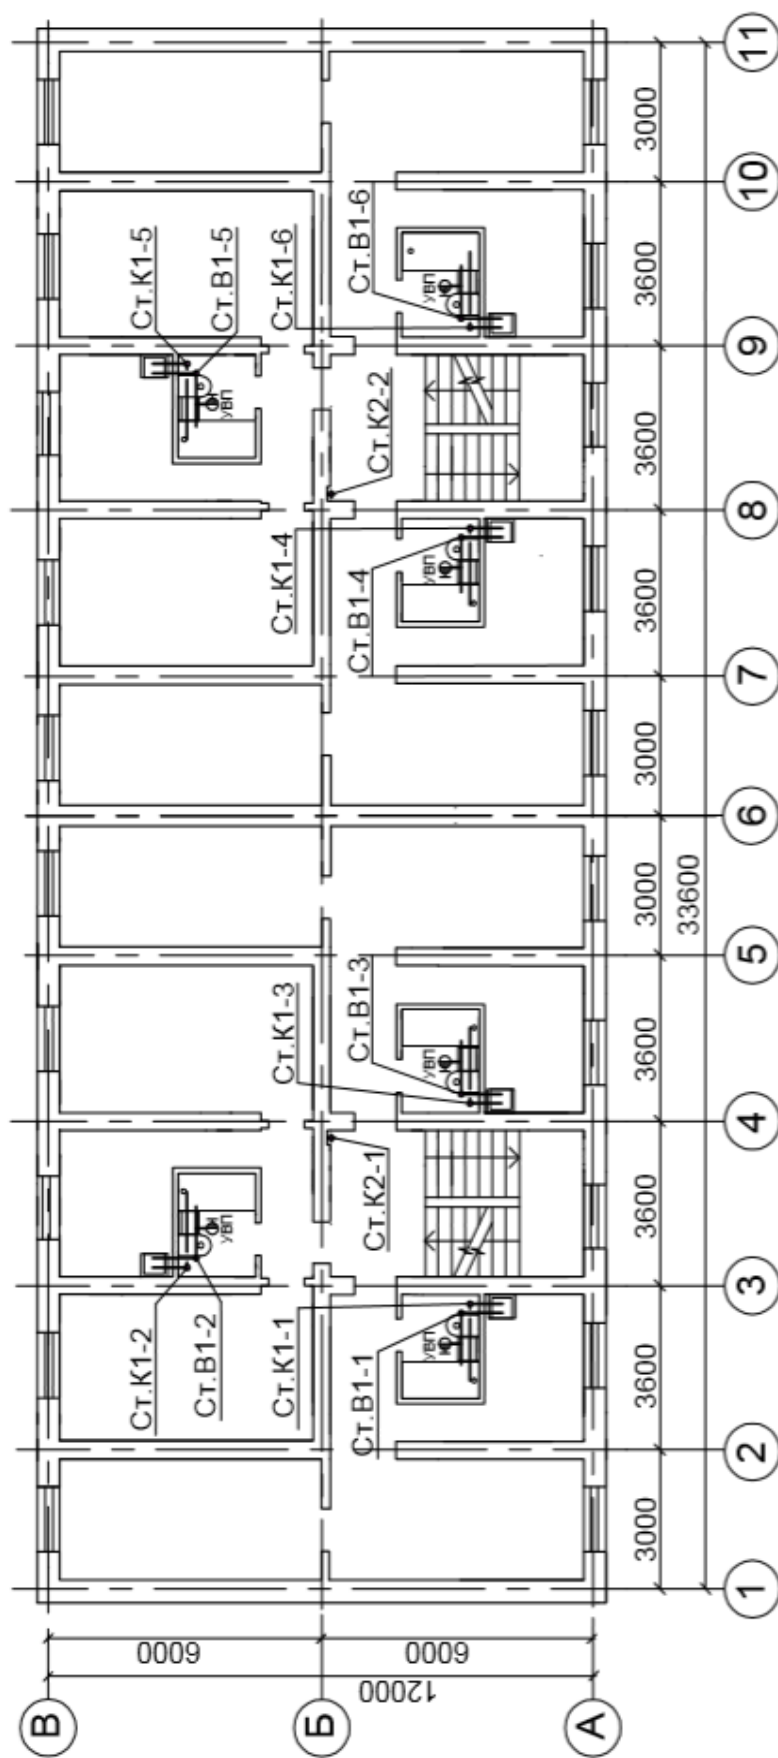

Рис. 1. План типового этажа
- название рисунка следует помещать под ним с центрированием относительно изображения в одну строку с его номером через тире, например «Рисунок 1- Название» (в конце точка не ставится);